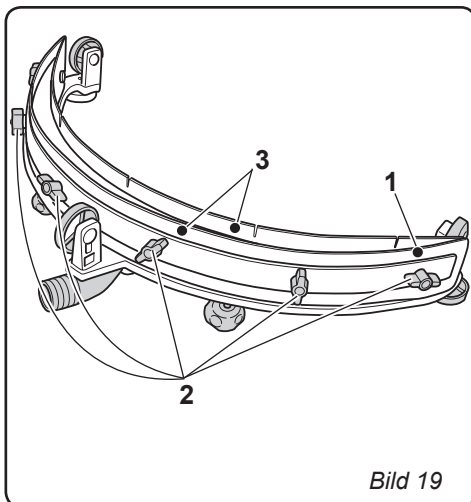

Bild 19
11.1.f - Byta ut gummiskrapa torkare (Bild 19)